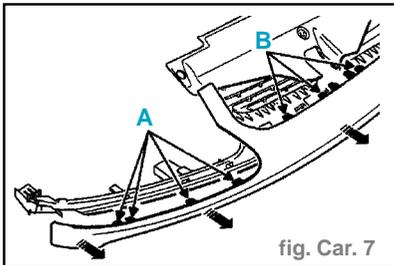

fig. Car. 7
- Saisir la calandre par une des barrettes, rentrer le doigt dans l'agrafe de maintien latérale et ôter progressivement les clips (A) du déflecteur en partant des extrémités pour rejoindre le centre de la calandre. (fig. Car. 7)